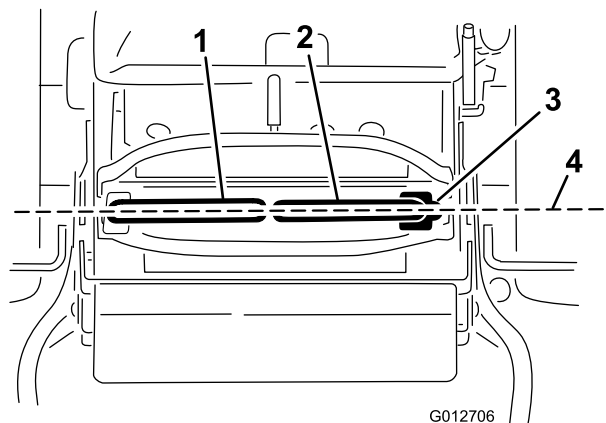

Figura 71
Importante: Compruebe el avance de la máquina después de ajustar las palancas de control de movimiento. Se utiliza el mismo procedimiento para ajustar la dirección y para alinear las palancas de control de movimiento hacia adelante-atrás (Figura 71).
- Una vez ajustada la alineación horizontal, compruebe la alineación adelante-atrás empujando ligeramente hacia adelante las palancas de control para eliminar cualquier holgura del acoplamiento de las palancas de control (Figura 71).